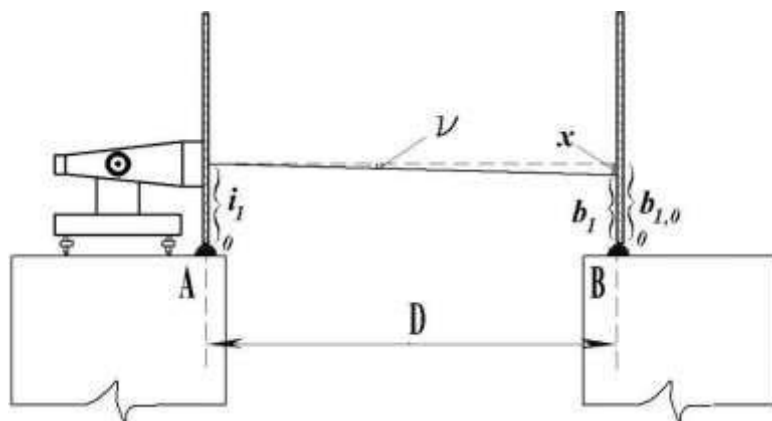
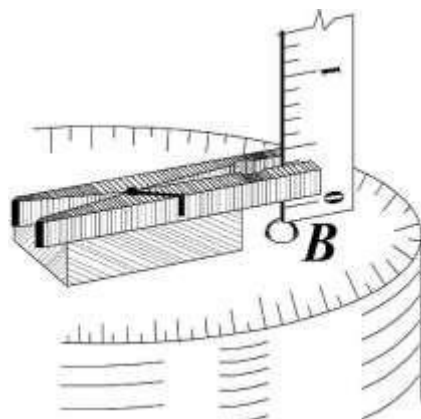

Рис. 12 Нивелирование линии
Рис. 14. Установка линейки на столбе "В".
1. Устанавливают нивелир на геодезическом столбе с номером "А" (рис. 12) и приводят ось вращения его в отвесное положение. Для этого вращением подъёмных винтов подставки перемещают пузырёк круглого уровня в нуль - пункт.
7. Снимают крышку, линейку переносят на столб с номером "В" (см. рис.12), где её устанавливают на кронштейна (рис.14) или удерживают рукой.
- погрешность в отсчётах по линейке (см. рис. 12 и 18).